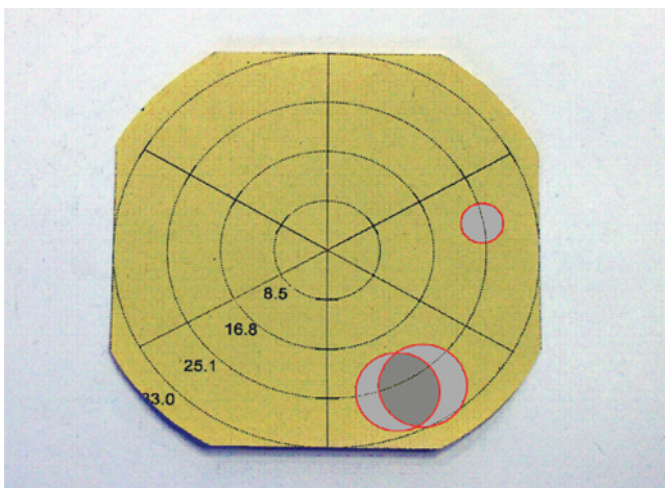

Abbildung 2
- überlappend (Abbildung 2)
- die Spraykeulen sind sehr dezentral angeordnet (Abbildung 2)